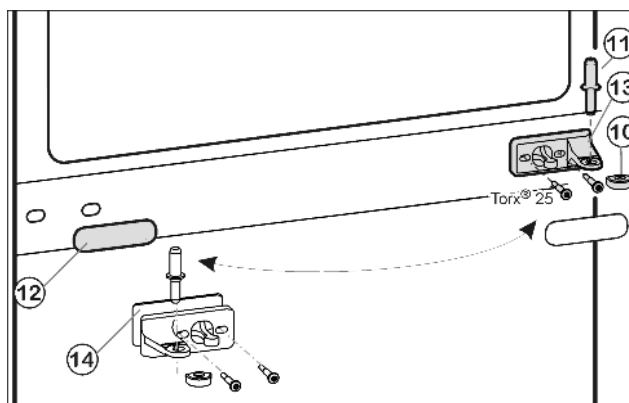
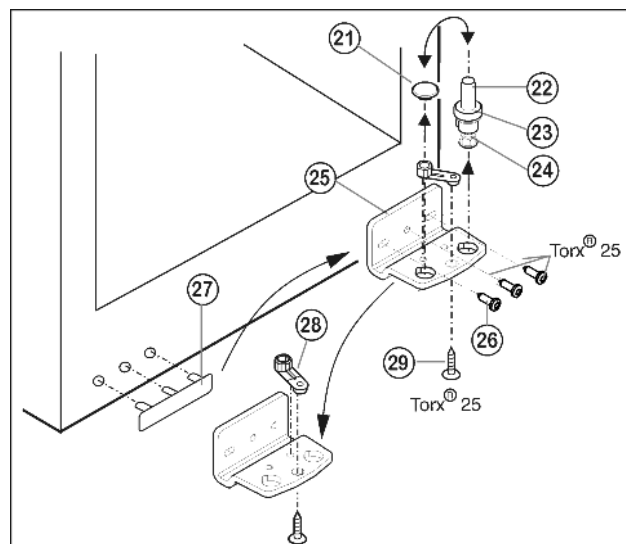

Fig. 6
Fig. 7
- ▶ Вытащите из опорного кронштейна и нижней дверцы средний опорный винт Fig. 6 (11).
- ▶ Снимите пластмассовый колпачок Fig. 6 (10).
- ▶ Открутите средний опорный кронштейн Fig. 6 (13) (2 шт. Torx® 25).
- ▶ Осторожно снимите накладку Fig. 6 (12).
- ▶ Прикрутите средний опорный кронштейн Fig. 6 (13) с подкладкой Fig. 6 (14) с поворотом на 180° на новую сторону шарнира (с моментом 4 Нм).
- ▶ Защелкните накладку Fig. 6 (12), повернув на 180°, на стороне, где теперь будет ручка.
- ▶ Извлеките опорный винт *Fig. 7 (22)* в комплекте с шайбой *Fig. 7 (23)* и регулируемой опорой *Fig. 7 (24)*, вытягивая его вверх.
- ▶ Снимите пробку *Fig. 7 (21)*.
- ▶ Открутите *Fig. 7 (26)* опорный кронштейн *Fig. 7 (25)*.
- ▶ Открутите *Fig. 7 (29)* опорную деталь *Fig. 7 (28)* и, переставив в отверстие на противоположной стороне опорного кронштейна, снова прикрутите.
- ▶ Осторожно снимите и переставьте на противоположную сторону крышку со стороны ручки *Fig. 7 (27)*.
- ▶ Снова прикрутите опорный кронштейн *Fig. 7 (25)* на новой стороне шарнира (**с моментом 4 Нм**). При необходимости используйте аккумуляторный шуруповерт.
- ▶ Переставьте пробку *Fig. 7 (21)* в свободное отверстие.
- ▶ Вновь установите опорный винт *Fig. 7 (22)* в комплекте с шайбой и регулируемой опорой. При этом фиксатор должен быть направлен назад.
- ▶ Установите нижнюю дверцу сверху на нижний опорный винт *Fig. 7 (22)*.
- ▶ Снова наденьте пластмассовый колпачок *Fig. 6 (10)* на средний опорный кронштейн *Fig. 6 (13)*.
- ▶ Вставьте средний опорный винт *Fig. 6 (11)* на новой стороне шарнира через средний опорный кронштейн *Fig. 6 (13)* в нижнюю дверцу.
- ▶ Установите верхнюю дверцу на средний опорный винт *Fig. 6 (11)*.
- ▶ При необходимости выровняйте дверцы через два продольных паза в нижнем опорном кронштейне *Fig. 7 (25)* и среднем опорном кронштейне *Fig. 6 (13)* параллельно корпусу устройства. Для этого выкрутите средний винт на нижнем опорном кронштейне *Fig. 7 (25)*.